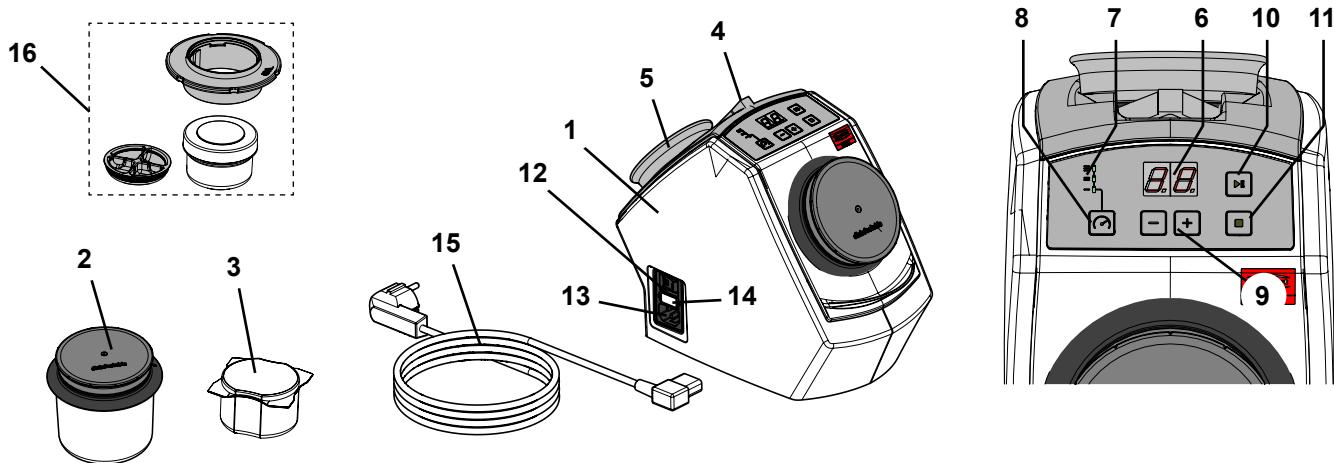

Fig. 1
- ▶ Magnetul de susținere (fig. 1, poz. 5) conține plumb.
- ⇒ Amplasați penseta atașată și magnetul de susținere în % concavitatele de susținere pe partea posterioară a aparatului (fig. 1).
- ⇒ Alegeți cablul de rețea (15, fig. 1) cu fișa de rețea potrivită în țara dumneavoastră.
- ⇒ Introduceți cablul de rețea în racordul la rețea (13, fig. 1).
- ⇒ Conectați aparatul la întreupătorul de rețea (12, fig. 1).
- ⇒ Umpleți paharul de curățare (2, fig. 1) cu 75 g ace de curățare (coresponde unei unități de ambalare).
- ⇒ Umpleți minipaharul SYMPRO (accesoriu) (16, fig. 1) cu ~ 5 g ace de curățare.